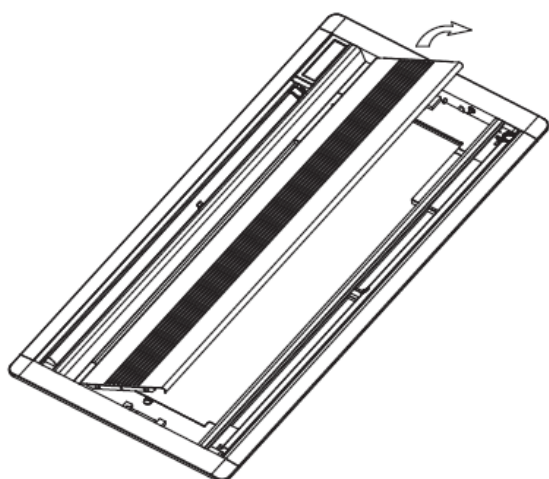

Fig.5-11
- 3) Otwórz panel obracając go (o około 45 °) i zdejmij jego drugą stronę, tak jak pokazano to na rysunku Fig.5-11.